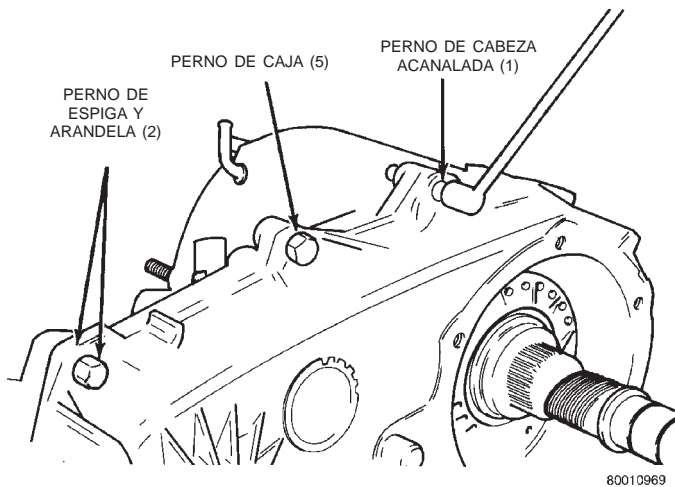

Fig. 18 Localización de los pernos de alineación de la caja trasera
(1) Apoye la caja de cambios de modo que la caja trasera mire hacia arriba.
(2) Retire los pernos que sujetan la caja delantera con la caja trasera. Los pernos de alineación de la caja requieren arandelas planas (Fig. 18).